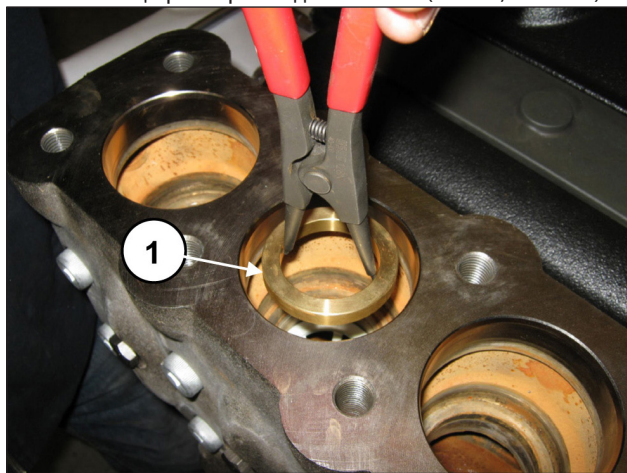

Рис. 105
Выньте кольцо распорки седла клапана (поз. ①, Рис. 105).